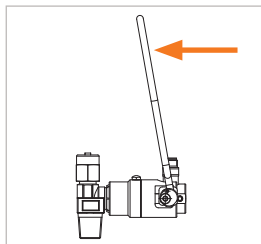
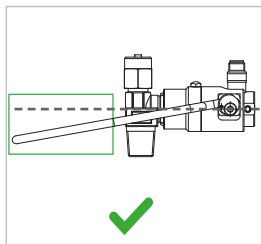

Figure 4
Figure 5
- ▶ Relevez l'arceau de commande (n° 1) vers le bas (Figure 4). L'arceau de commande doit pouvoir être manipulé facilement vers le bas sans forcer. L'arceau de commande doit se trouver dans sa position finale sous le plan horizontal par rapport au connecteur (Figure 5).